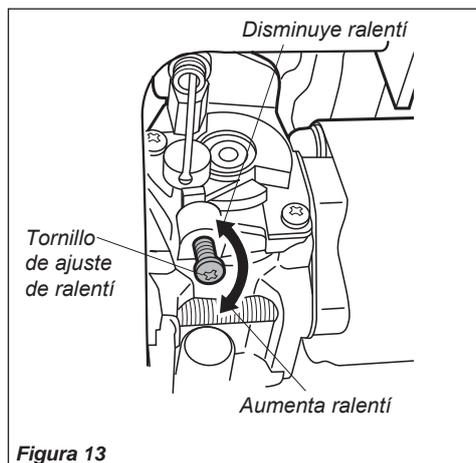

Figura 13
- Si dispone de un tacómetro, la marcha ralenti del motor se debe terminar ajustando en 2.000 (+/- 200) RPM (min⁻¹). Consulte la figura 13.